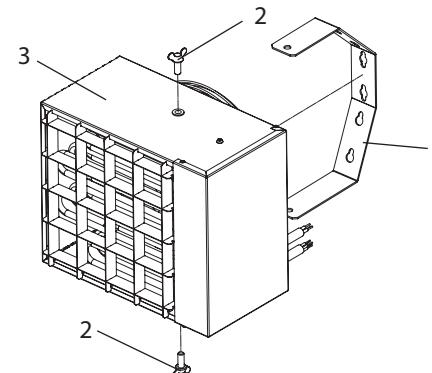

Рис. 4 – Установка кронштейна настенного
Перед подвешиванием на стену (Рис. 4) требуется установить кронштейн настенный (1) на прибор (3) совместив отверстия на корпусе прибора и кронштейне настенном. Для фиксации закрутить по резьбе винты-фиксаторы (2) (2шт.). (входят в комплект поставки).